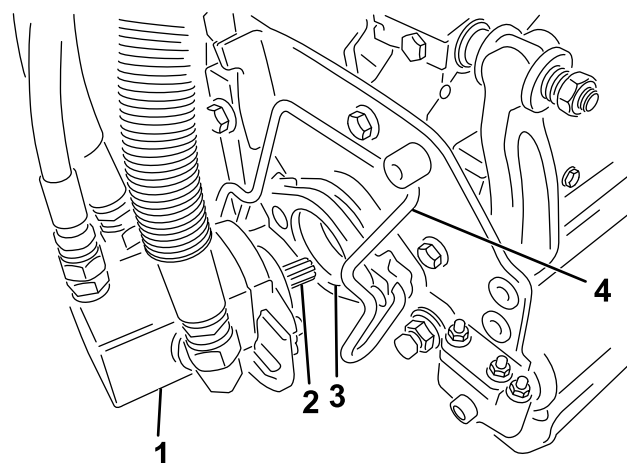

図 56
5. カuttingユニット用モータのスプラインシャフトにきれいなグリスを塗りつける図 56。
6. モータを、カuttingユニットの左側運転席から見てに取り付け、カuttingユニットについているモータ固定バーを、モータの上から被せるようにセットし、モータの左右から「カチッ」というロック音が聞こえるまで押し下げる図 56。